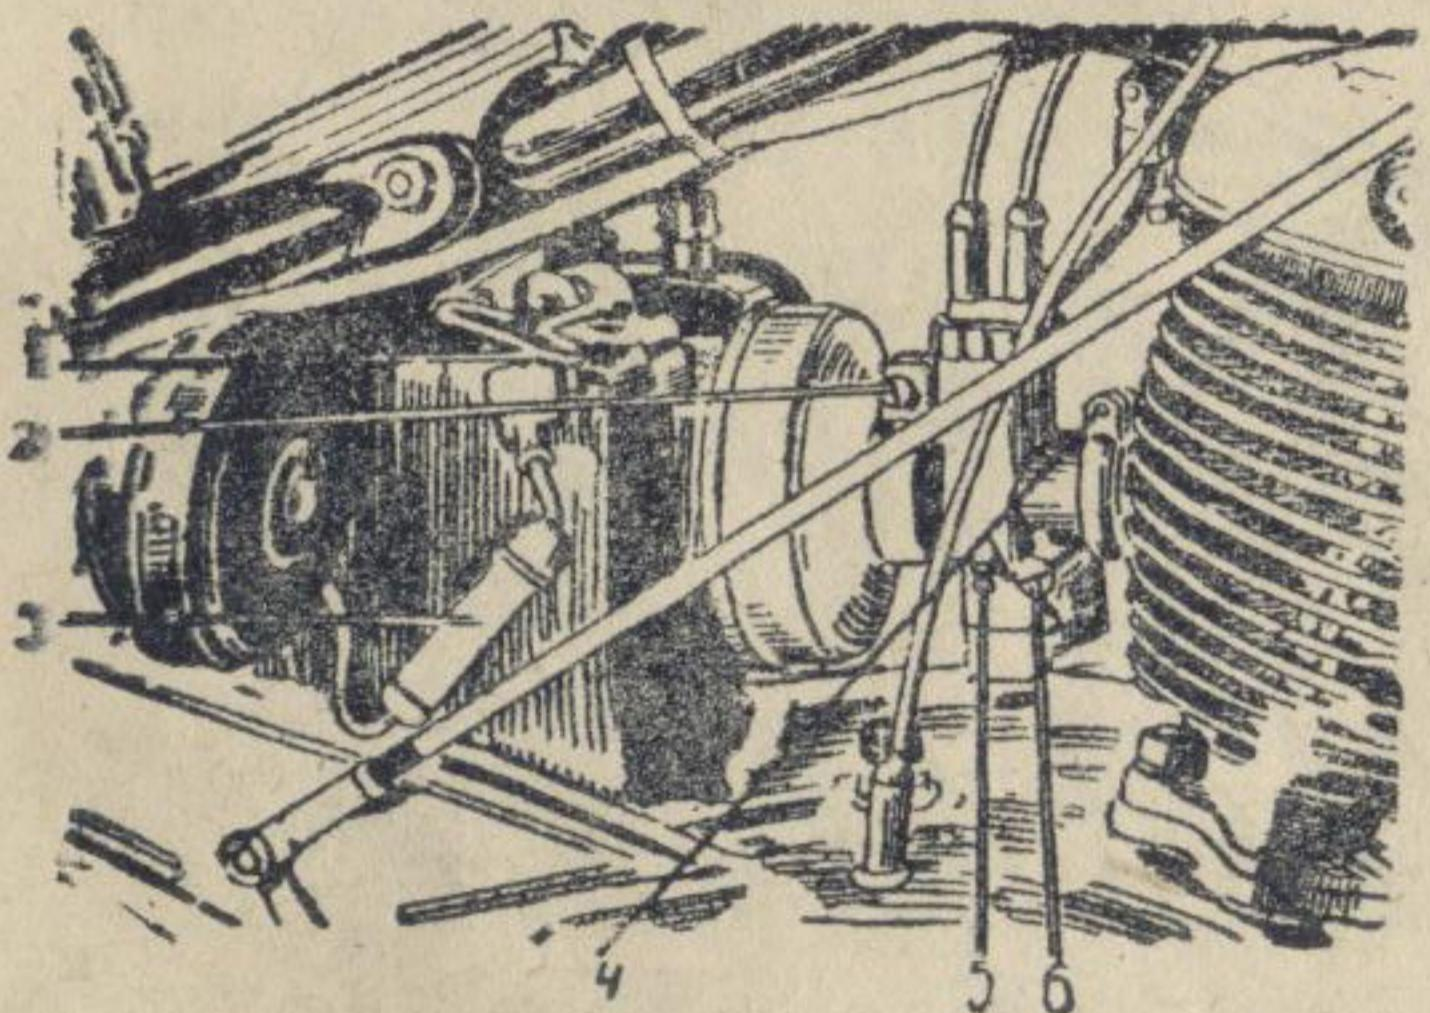

Рис. 10.
a) Сетчатый (см. рис. 10), состоящий из воронкообразного корпуса с сетчатой набивкой. Последняя смачивается 50% смесью автола с бензином. Воздух, проходя сквозь поры набивки, очищается от пыли, которая прилипает к промасленным сеткам решетки. Этот тип фильтра, будучи прост и надежен в работе, требует периодической промывки с последующей смазкой смесью автола.
Для удобства и быстроты монтажа аккумулятора, провода имеют штекерные соединения, а сам аккумулятор крепится к основанию (специальный кронштейн с резиновой амортизацией) при помощи стальной ленты с застежкой и ключем-рукойткой, поворот которой против часовой стрелки освобождает аккумулятор от ленты. (См. рис. 10)